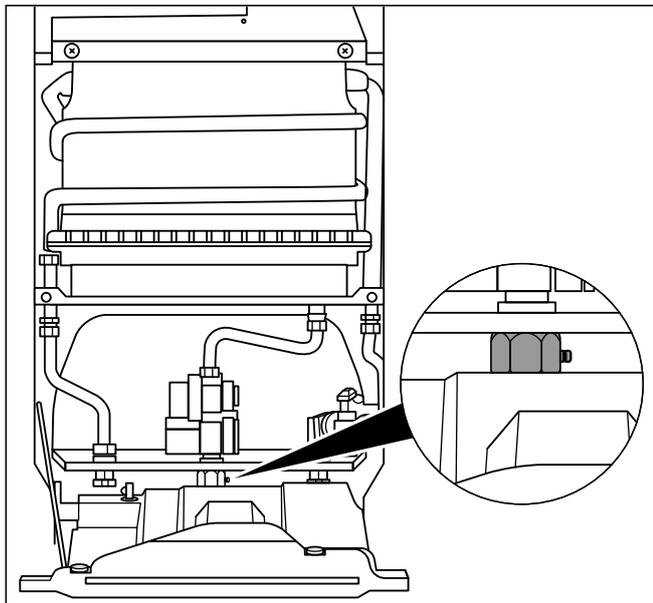

Fig. 6.1 Manchons de mesure de la pression d'alimentation du gaz Type 14-2/0
- dévissez la vis d'étanchéité du manchon de mesure de la pression d'alimentation du gaz (voir Fig. 6.1, manchon de mesure de la pression de raccordement du gaz) ;